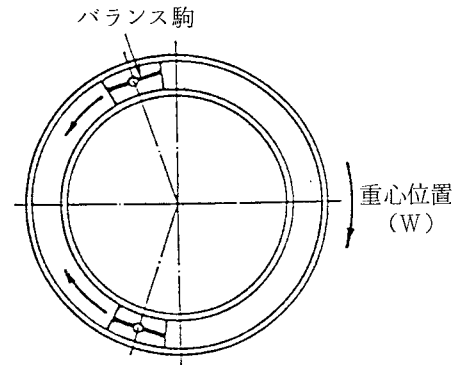

図1-30 重心側が重い場合には、時計方向に回転するので、2個のバランス駒を矢印の方向に移動する。
② もし、砥石が時計方向に回りだす場合は重心と反対の方向に2つのバランス駒を少しずつ同じ量だけ移動する(図1-30)。そして、この作業をくり返し、砥石が静止して動かなくなれば、バランスがとれたことになる。